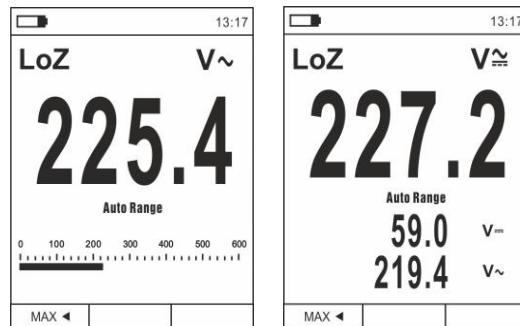

Fig. 10 Description mesure de Tension LoZ
2. Appuyer sur la touche **MODE/VFD** et sélectionner les modes "V~" ou "V=*" (voir Fig. 10)